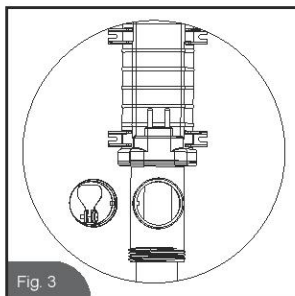

Fig. 3
2. Смойте отложения и засорения с поверхности датчика расхода струей воды из садового шланга (при необходимости воспользуйтесь пластмассовой щеткой, но, ни в коем случае, не металлической щеткой) (см. рис. 3)